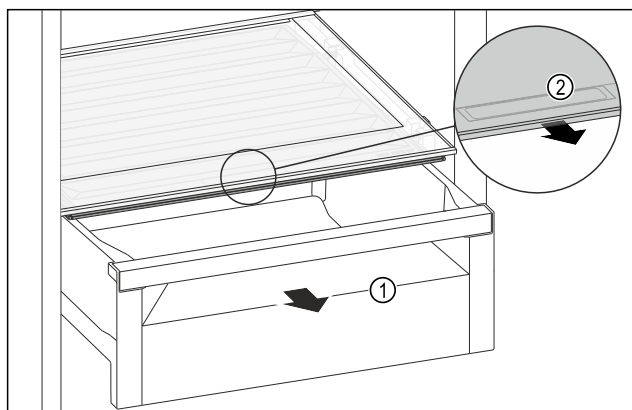

Fig. 200
- ▶ Izvucite ladicu Fig. 200 (1).
- ▶ Primite ručku Fig. 200 (2) na poklopcu pretinca i istodobno povucite poklopac pretinca prema naprijed.